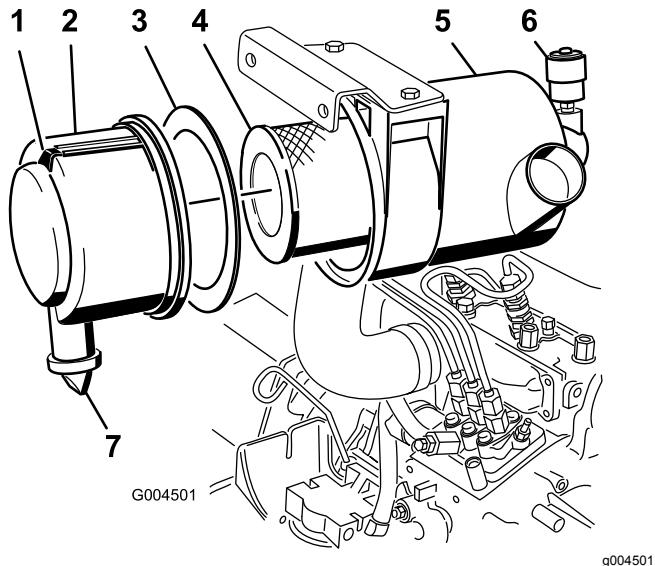

図 64
3. エアクリーナの整備はインジケータ(図 64)が赤色になっていたら、または 400 運転時間ごと非常にホコリのひどい場所で使っている場合にはよりひんぱんに行ってください。